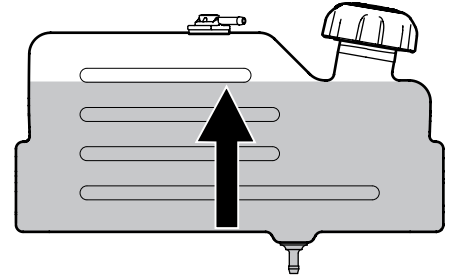

Figura 2-9
2. Cargue el depósito de combustible con gasolina. Sólo se debe utilizar gasolina limpia, nueva (con menos de 30 días de antigüedad) y sin plomo. Llene el depósito hasta la base del cuello de llenado dejando espacio para la dilatación del combustible. **NO LLENE EL DEPÓSITO DE COMBUSTIBLE AL MÁXIMO.** Consulte la Figura 2-9.